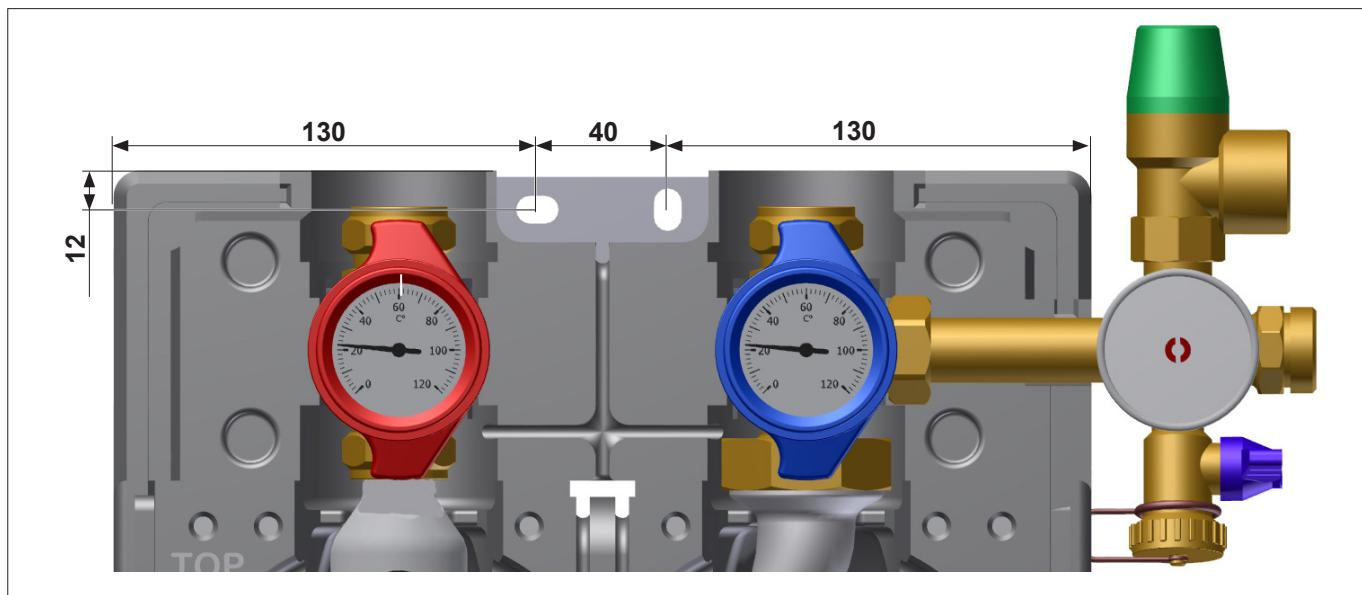
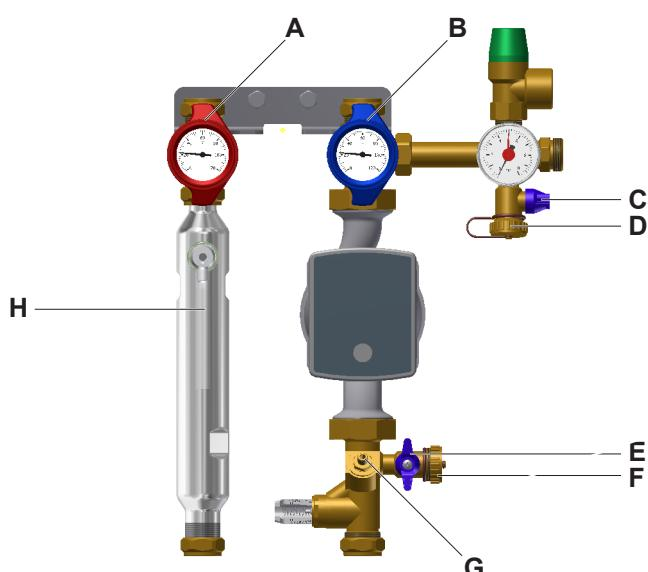

Fig. 5: Dimensiones de agujeros [mm]
Fig. 7: Conexiones de llenado y lavado
- Abrir la válvula de bola (pos. C, vea Fig. 7 en página 12) en la entrada.
- Abrir la válvula de bola de entrada (válvula multifuncional, pos. A, vea Fig. 7 en página 12) girando la empuñadura de termómetro (vea „Fig. 5: Posiciones de la empuñadura de termómetro“ en página 14).
- Cerrar la válvula de bola de retorno (válvula multifuncional, pos. B, vea Fig. 7 en página 12) girando la empuñadura de termómetro (vea „Fig. 5: Posiciones de la empuñadura de termómetro“ en página 14)
Válvula multifuncional de entrada y retorno (válvula multifuncional, pos. B, vea Fig. 7 en página 12) si es necesario puede estar abierta a 45° (posición de vaciado, vea Fig. 7 en página 12).
- Abrir la válvula de regulación/interceptación (pos. G, vea Fig. 7 en página 12).
- Durante el proceso de lavado y llenado, abrir 2-3 veces la válvula de bola de retorno (válvula multifuncional, pos. B, vea Fig. 7 en página 12) para sacar el aire de la bomba de circulación.
- Cerrar la válvula de llenado y vaciado (pos. E, vea Fig. 7 en página 12).
- Cerrar la válvula de llenado y vaciado (pos. C, vea Fig. 7 en página 12).
- Abrir la válvula de bola de retorno (válvula multifuncional, pos. B, vea Fig. 7 en página 12) girando la empuñadura de termómetro (vea „Fig. 5: Posiciones de la empuñadura de termómetro“ en página 14).
- Retirar el tubo de llenado (tubo flexible) de la bomba de lavado y carga externa de la entrada (pos. C, vea Fig. 7 en página 12), el tubo de lavado de retorno (pos. F, vea Fig. 7 en página 12) de la válvula de seguridad y enroscar las tapas de cierre de las juntas.
- Abrir completamente las válvulas de bola de entrada y retorno (válvula multifuncionales, pos. A+B, vea Fig. 7 en página 12)
- Cerrar las válvulas de bola (válvula multifuncional, pos. A) girando la empuñadura de termómetro (vea „Fig. 5: Posiciones de la empuñadura de termómetro“ en página 14).